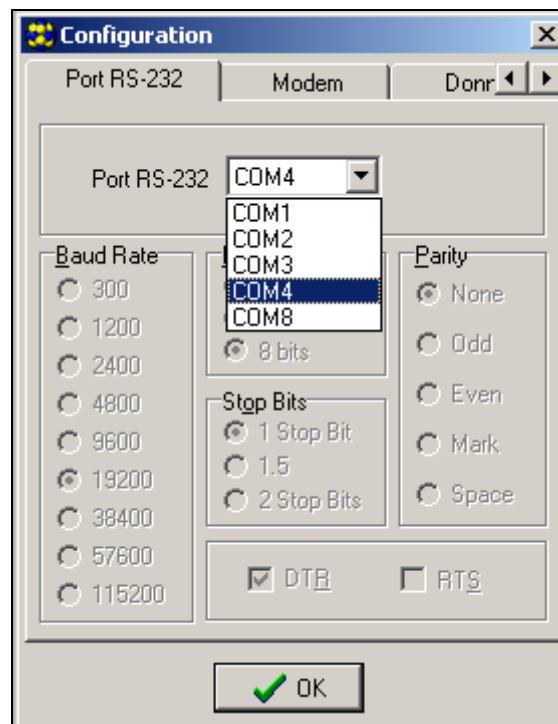

Fig. 12. Fenêtre « Configuration ».
4. Sélectionner le port de l'ordinateur auquel le module se connecte (voir : fig. 12).